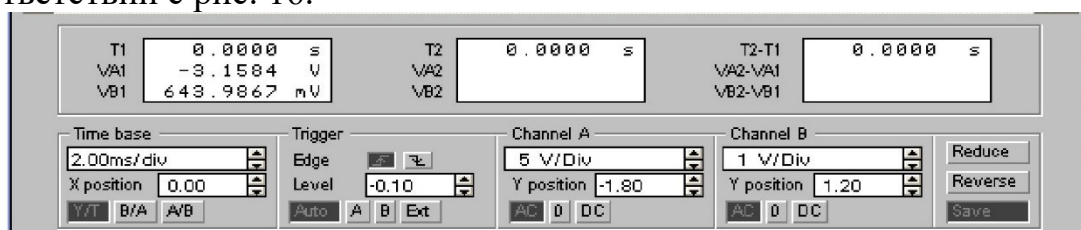

Рис. 16 - Параметры осциллографа при исследовании амплитудной характеристики усилителя напряжения
3. При исследовании осциллограммы рекомендуется установить параметры в соответствии с рис. 16.